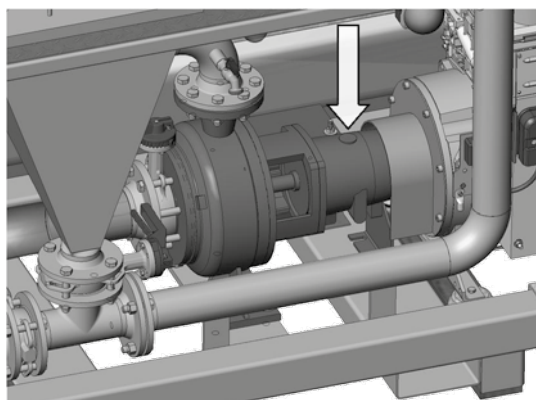

Abb. 20 Ölstandsanzeige (verdeckt auf der Rückseite der Pumpe)
8. Überprüfen Sie die Ölstände des Motors und der Pumpe. Die Ölstandsanzeige der Pumpe befindet sich konstruktionsbedingt auf der Rückseite der Pumpe. Sie kann mit einem Spiegel kontrolliert werden (Abb. 20).